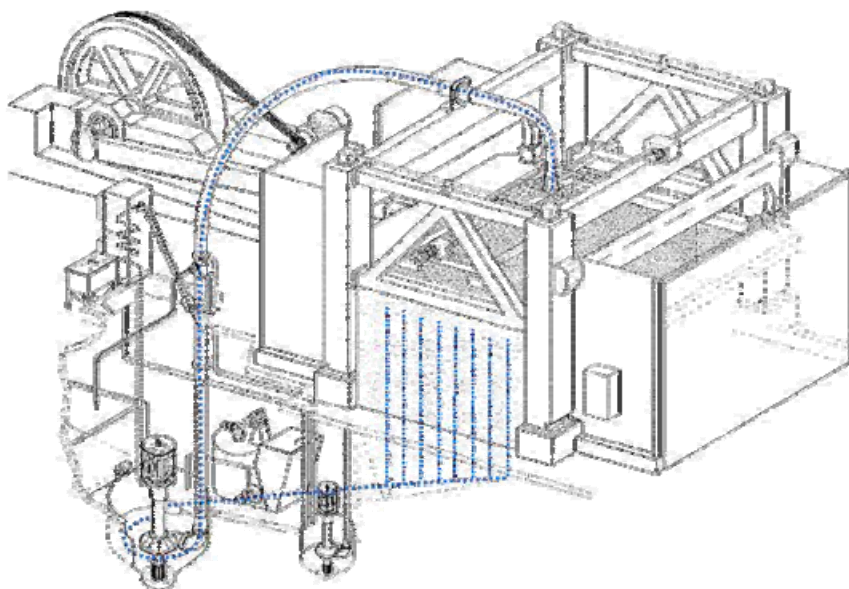

Fig 3 Circuito de la taladrina
4. **Ante la proyección de fluidos;** se debe equipar con un dispositivo para distribuir y recoger la taladrina (Fig. 3)